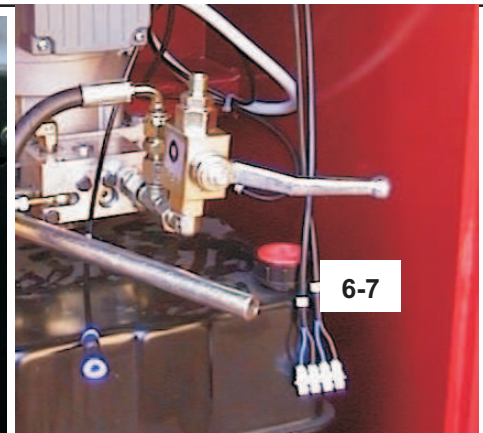

Fig.33
- Collegare i cavi che fuoriescono dalle basi del sollevatore, contrassegnati con un numerino autoadesivo (1-2-3 fig.35, alla morsettiera della centralina fig.33 e 6-7 ai morsetti fig.33) rispettando i colori
- Connect the cables marked with a self-adhesive number from the lift bases according to the colours (1-2-3 N-AT fig. 35 to the terminal board of the control unit fig. 33 and 6-7 to terminals fig. 33).